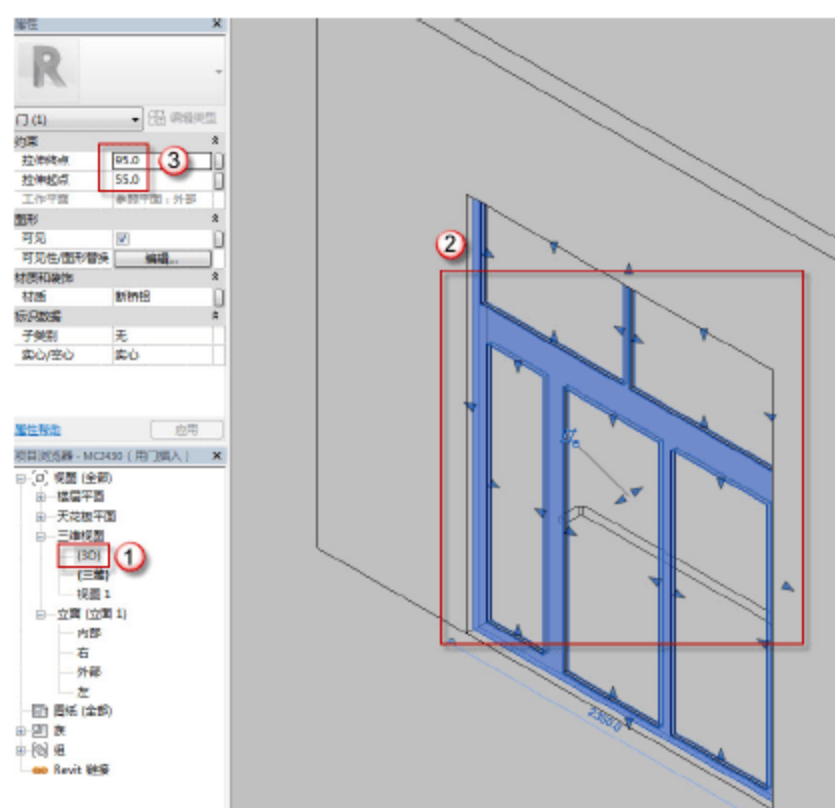

图 6.3.21 MC2430 窗窗框的位置及厚度
(19) 修改 MC2430 窗窗框的位置及厚度。选择“项目浏览器”中的“立面 (立面 1)”→“{3D}”命令，可以进入 MC2430 窗窗框的 3D 视图，选择绘制好的窗框，打开“属性”面板，在“拉伸终点”中输入“95”字样，在“拉伸起点”中输入“55”字样，如图 6.3.21 所示。
(20) 修改 MC2430 窗窗框的可见性。在 MC2430 窗窗框的“属性”面板中，单击“图形”栏“可见性/图形替换”后的“编辑”按钮，弹出“族图元可见性设置”对话框，取消“平面/天花板平面视图”和“当在平面/天花板平面视图被剖切时（如果类别允许）”复